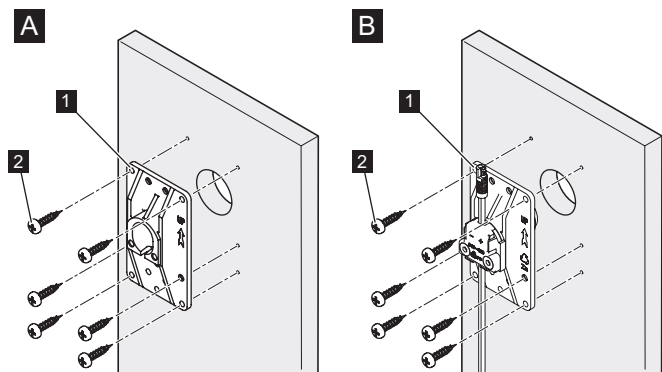

Fig. 10: Montaje en panel de madera
El montaje de los juegos de pletina no electrificados (Fig. 10/A) y electrificados (Fig. 10/B) es idéntico.
2. Coloque el juego de pletina (Fig. 10/1).
3. Atornille el juego de pletina al panel con los tornillos para madera (Fig. 10/2) a través de los agujeros previstos en el pletina y apriete los tornillos a 3 Nm.